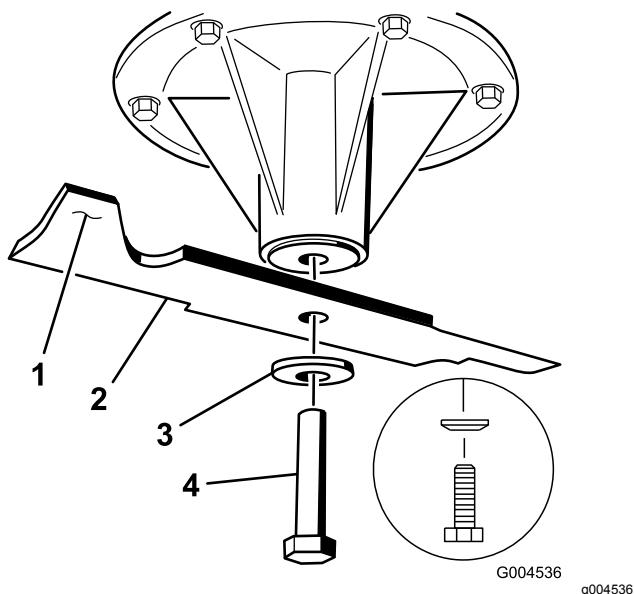

Figura 93
2. Retire del eje el perno de la cuchilla, la arandela curva y la cuchilla (Figura 93).
3. Si la cuchilla no está equilibrada, rebaje algo el metal en la parte de la vela solamente con una lima (Figura 93).